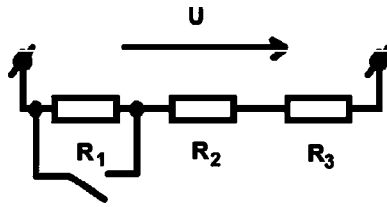

Рис. 1.40. Схема к контрольному вопросу 1
1. Как изменится напряжение на участках  $R_2$  и  $R_3$  (рис. 1.40) при замыкании ключа  $K$  ( $U = \text{const}$ )?